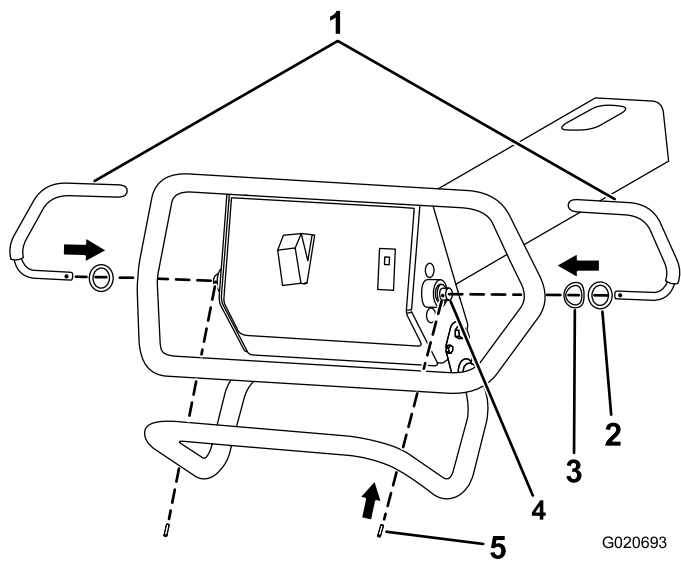

Figura 7
- Inserite una staffa nell'estremità sinistra dell'asta del perno (Figura 7).
2. Allineate il foro della staffa con il foro dell'asta del perno (Figura 7).
3. Inserite la spina elastica nei fori della staffa e dell'asta del perno (Figura 7).
4. Inserite una staffa nell'estremità destra dell'asta del perno (Figura 7).
5. Allineate il foro della staffa con il foro dell'asta del perno (Figura 7).
6. Inserite la spina elastica nei fori della staffa e dell'asta del perno (Figura 7).